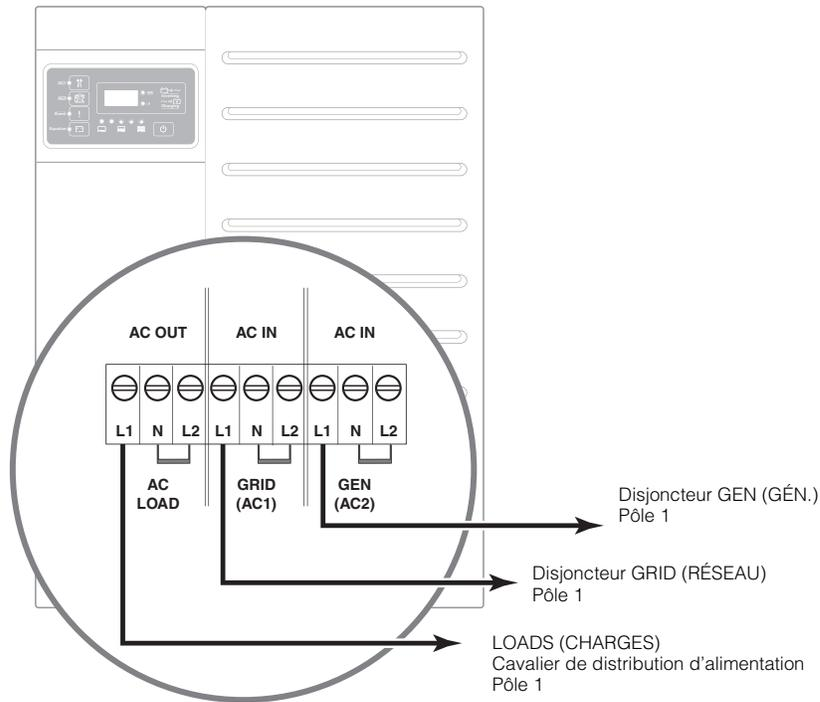

Figure 3-34 Câblage CA triphasé d'onduleur/chargeur
1. Connectez le câblage CA dans le bornier de l'onduleur/chargeur maître (INV1). Voir la section Figure 3-34. Connectez INV2 et INV3 de la même façon.